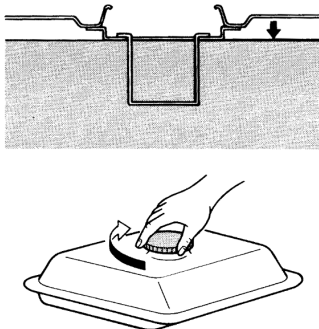

Рис.6
- Якщо рівень палива надто низький, заправте генератор неетилтованим бензином(Рис.6).